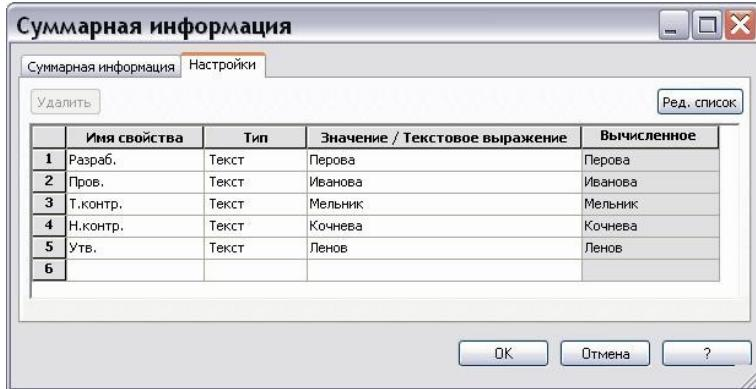

Рис. 61
4. Введите необходимые свойства документа, их типы и значения, например, показанные на Рис. 61. В столбце Имя свойства не должно быть имён Наименование, Обозначение, Литера, Метка и Тип, так как они уже зарезервированы БД РСС.
При изменении значения свойства документа в окне Суммарная информация (Рис. 61) текст заметки основной надписи автоматически изменится.